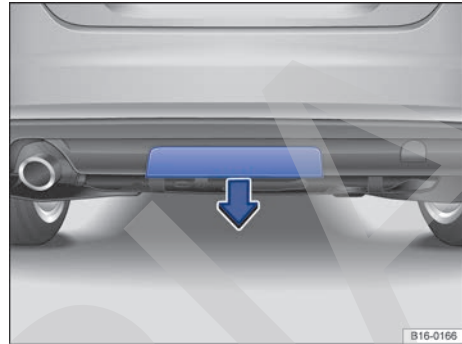

Fig. 169 Paragolpes trasero: desmontar la tapa.
El alojamiento del enganche de bola desmontable se encuentra en el paragolpes trasero detrás de una tapa → fig. 169.
- Retire la tapa tirando hacia abajo en el sentido de la flecha → fig. 169.